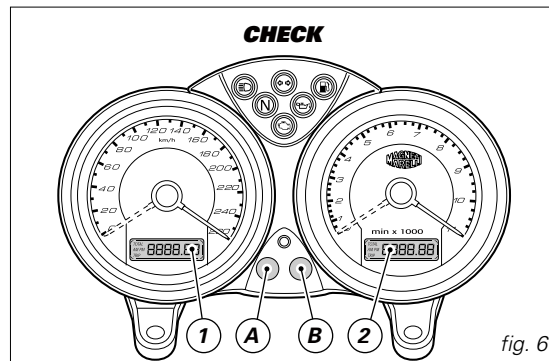

fig. 6
Premendo il pulsante (B) (fig. 6) con chiave **ON** si alterna la visualizzazione del contachilometri parziale e di quello totale.
Tenendo premuto il pulsante (B) (fig. 6) per più di 2 secondi quando è nella funzione **TRIP** (contachilometri parziale), si otterrà l'azzeramento nel display (LCD 1).
Premendo il pulsante (A) (fig. 6) con chiave **ON** si visualizza l'orologio e la temperatura dell'acqua.
Se si preme il tasto (B) (fig. 6) entro 5 secondi con la chiave in posizione **ON**, ad ogni pressione sul detto pulsante si avrà una variazione dell'intensità luminosa del cruscotto.